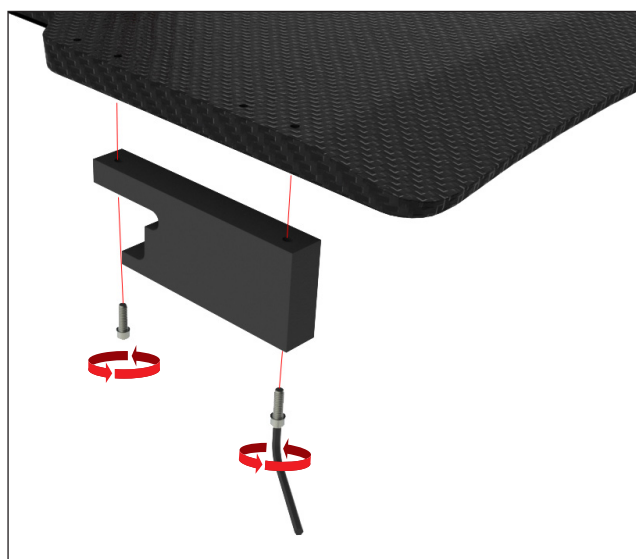

Fig. 35
1. Instalați adaptorul în poziția prezentată mai jos, în două dintre orificiile distanțate la 140 mm (5,5”), folosind 2 șuruburi cu cap de 1/4-20 x 3/4” cu cheia hexagonală furnizată (Fig. 35).